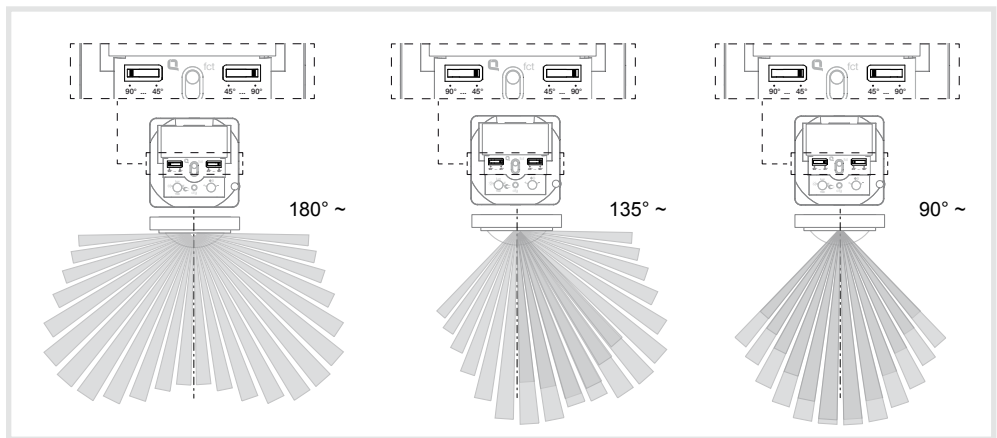
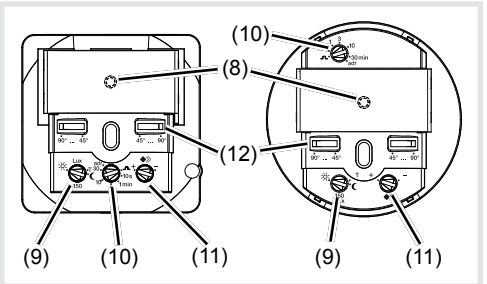

Figura 5: impostazione dell'angolo di copertura
Figura 8
L'angolo di copertura può essere limitato per il lato destro e per il lato sinistro su ogni dispositivo di impostazione (figura 8, 12) tra 45° ... e 90°. In tal modo l'angolo di copertura si trova tra 90° e 180° (figura 5).
- Impostare il potenziometro soglia di luminosità (figura 8, 9) sulla posizione TEST.
- Ruotare il potenziometro soglia di luminosità (figura 8, 9) nella posizione desiderata.
- Ruotare il potenziometro del ritardo di spegnimento (figura 8, 10) sulla posizione desiderata.
- Ruotare il potenziometro sensibilità (figura 8, 11) nella posizione desiderata.